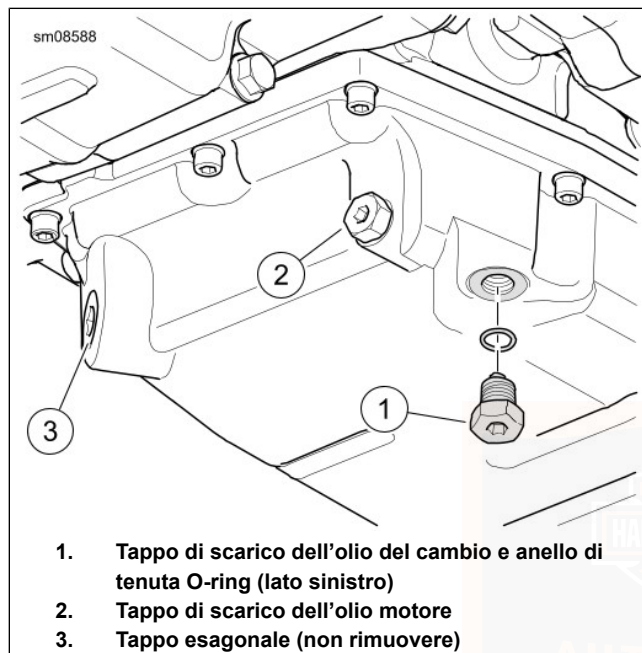

Figura 69. Scarico del cambio
2. Vedere Figura 69. Rimuovere il tappo di scarico dell'olio del cambio. Vuotare il cambio.